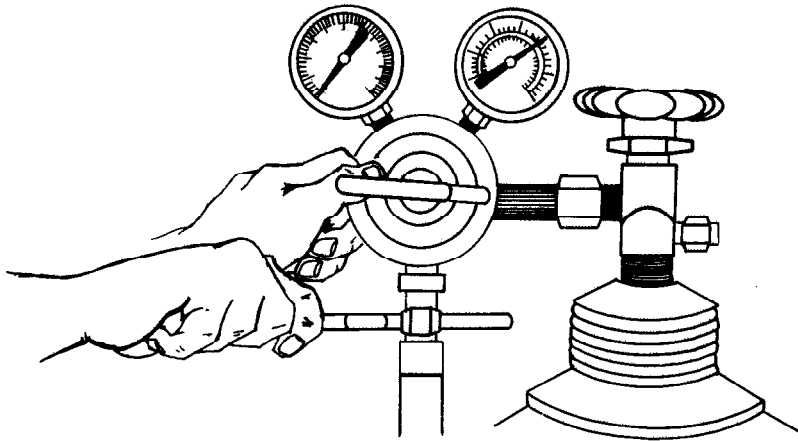

Figura 1.14
- a) Conecte las mangueras a los reguladores (Figura 1.14).